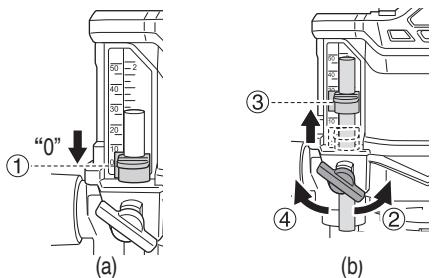

Fig. 15
- (4) Resserrez le bouton papillon. Alignez l'indicateur de profondeur avec la graduation "0" de l'échelle. (Fig. 15 (a))
- (5) Desserrez le bouton papillon et élévez-le jusqu'à ce que l'indicateur soit aligné avec la graduation représentant la profondeur de coupe souhaitée. Resserrez le bouton papillon. (Fig. 15 (b))